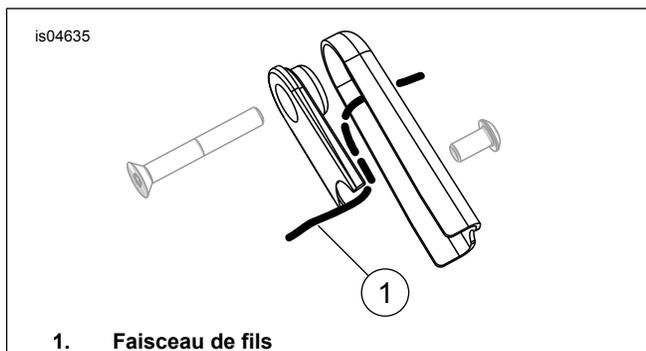

Figure 6. Acheminement de faisceau de fils
- Voir Figure 6. Acheminer le câblage et le connecteur de feu de direction à travers le trou du milieu dans le support de repositionnement de feu de direction et sous l'arrière du support de garde-boue.